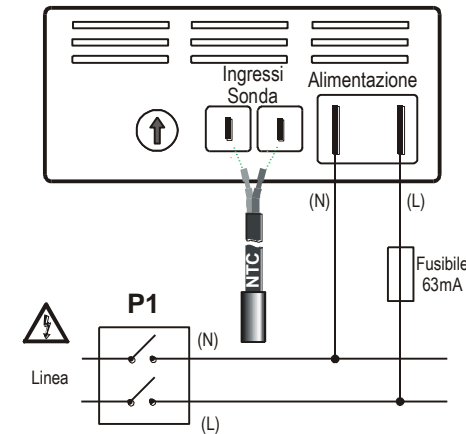

Fig.1
3. INSTALLAZIONE – VERSIONE 230V O 115V (FIG.1)
- ⚠ **Disinserire l'alimentazione del quadro attraverso l'interruttore generale (P1 in Fig.1).**
- Se possibile si consiglia di collegare la fase (L) al fast-on di destra e il neutro (N) al fast-on di sinistra come indicato.
4. DISINSTALLAZIONE E SOSTITUZIONE SONDA (FIG.1)
- ⚠ **Staccare alimentazione dal quadro dove è inserito lo strumento attraverso l'interruttore generale (P1 in Fig.1).**